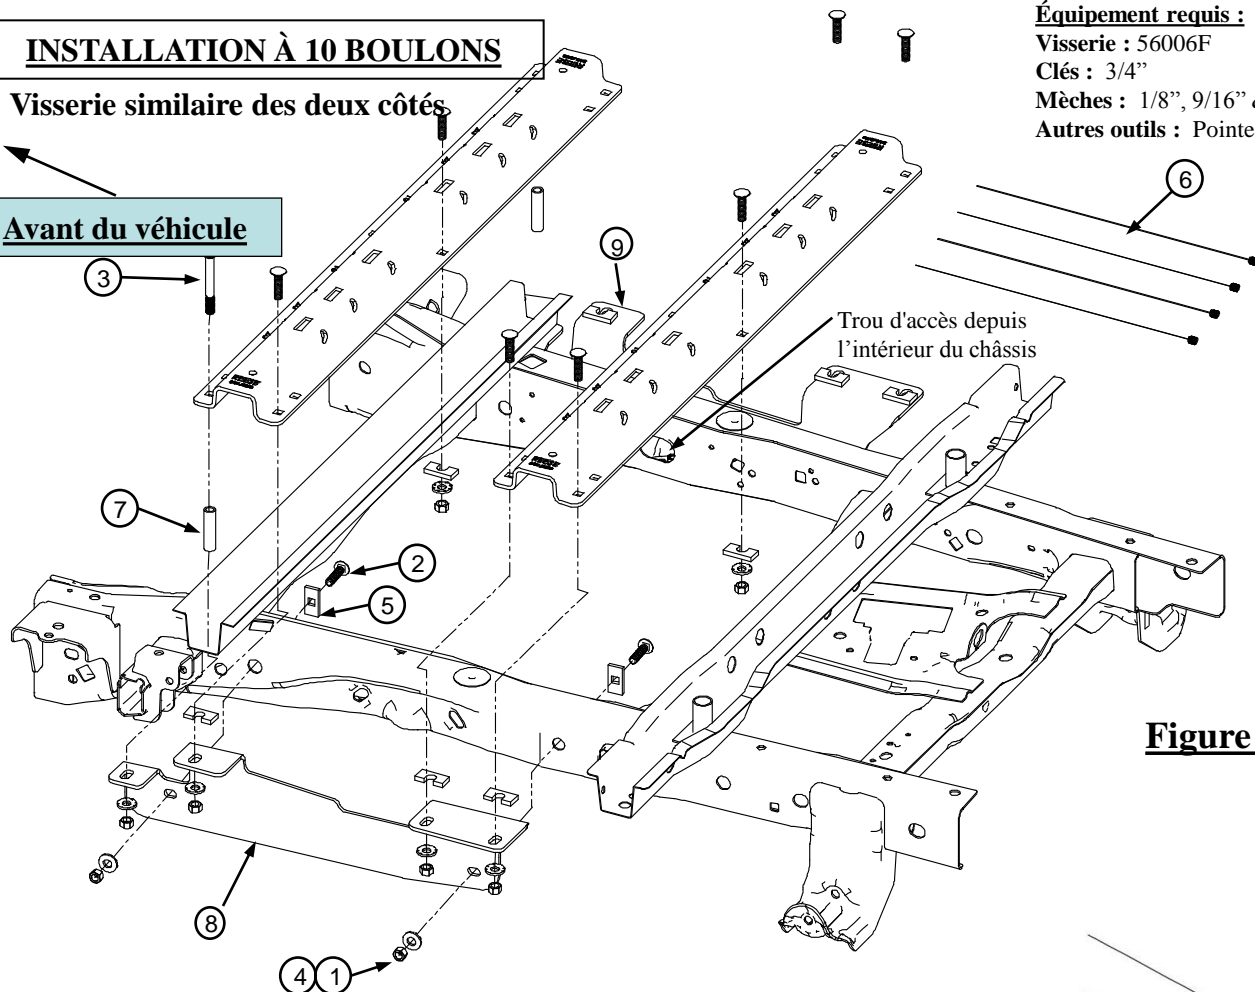
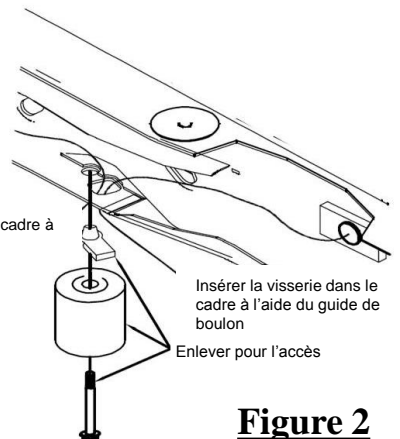
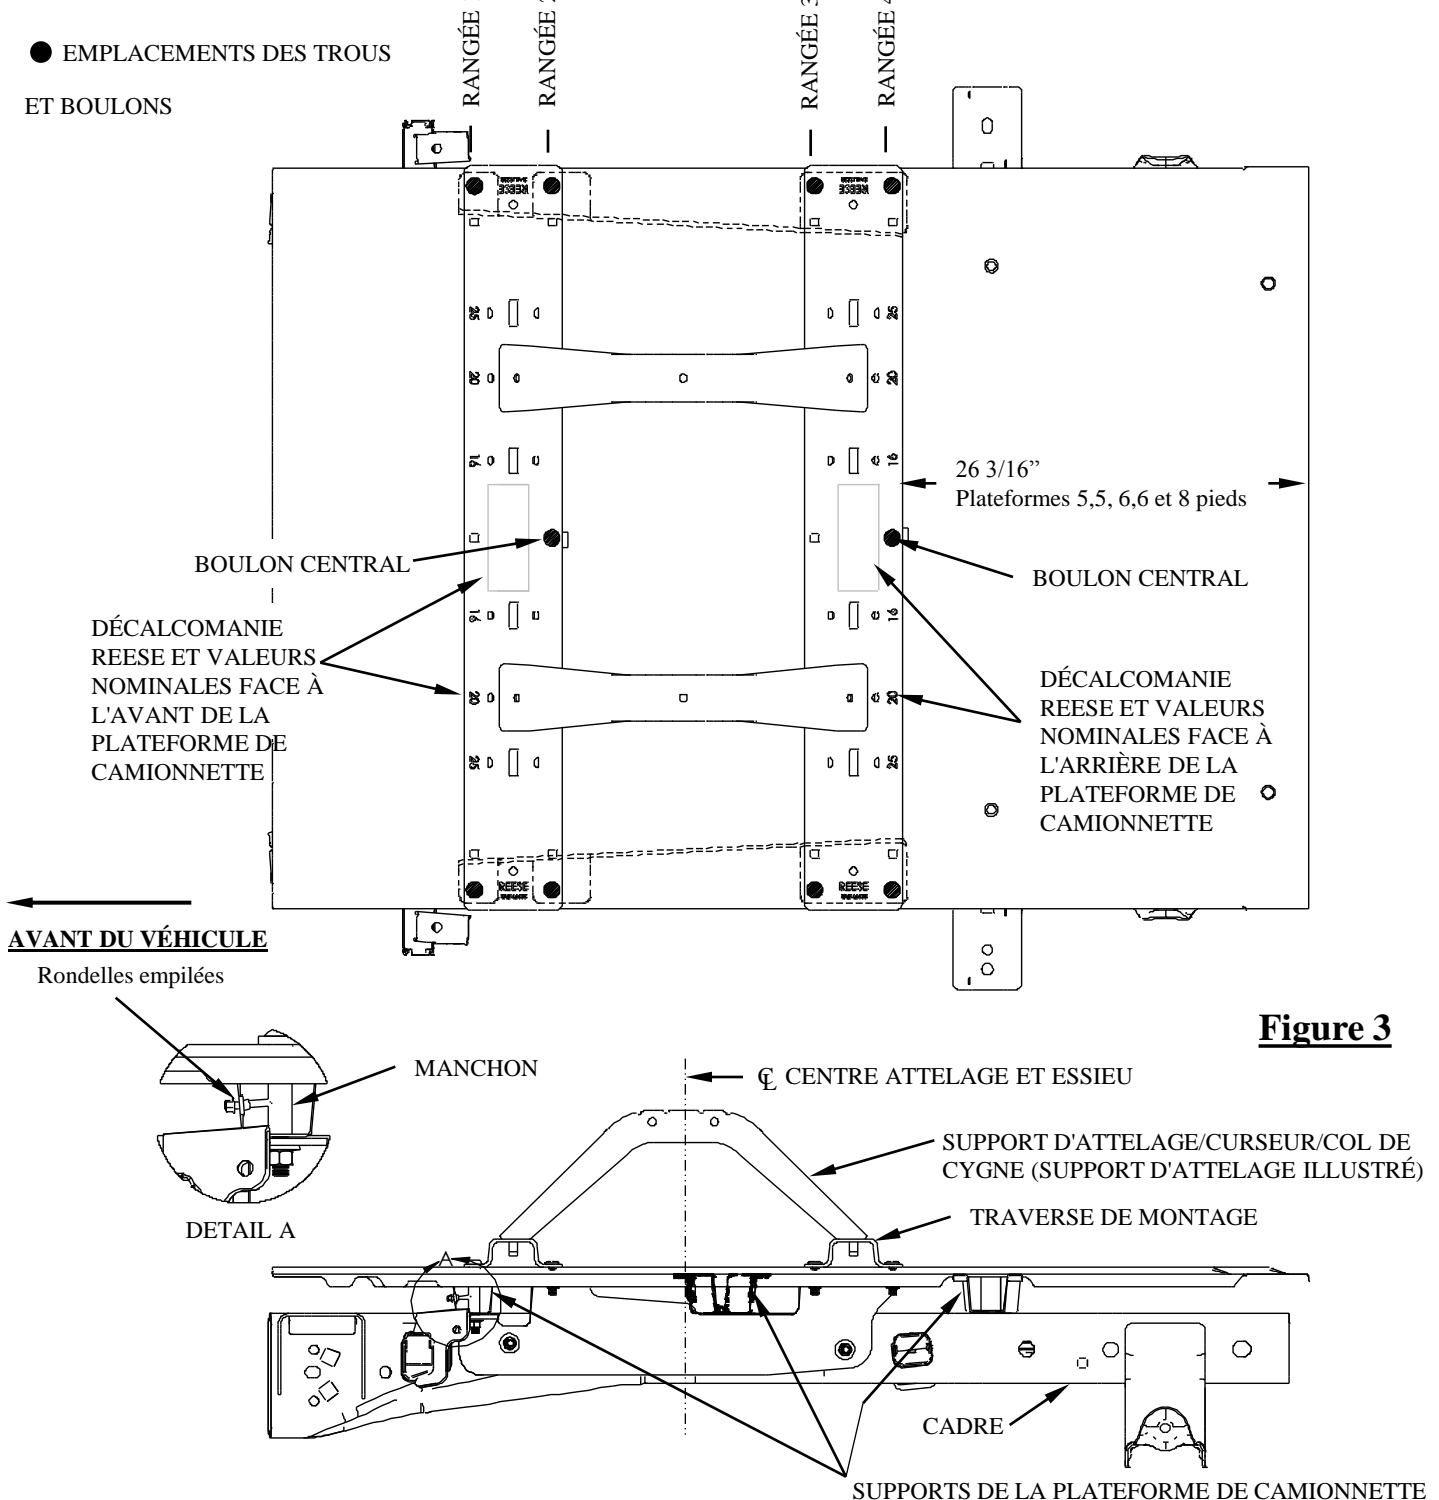

Figure 1
Figure 2
Figure 3
Pour une installation selon les Figures 1 et 3, durant le perçage, veiller à protéger le réservoir d'essence, les tubes de remplissage, les conduites de frein et le faisceau de fils en plaçant une pièce métallique entre le plancher de caisse et les composants à risque du côté conducteur. L'on prévient ainsi le perçage de ces composants sensibles.
2. S'il n'y a pas de trou d'accès sur l'intérieur du cadre, voir la Figure 1. Enlever le boulon du pare-chocs d'essieu, le pare-chocs d'essieu et le boulon en U à filetage multiple depuis la face inférieure du cadre des côtés conducteur et passager du véhicule et conserver les pare-chocs d'essieu et la quincaillerie, voir la Figure 2.
3. Placer la traverse de montage arrière dans la caisse de la camionnette et, à l'aide d'un ruban à mesurer, centrer la traverse entre les joints de soudure sur la longueur du plancher de caisse et mesurer la distance correcte à partir du bord arrière de caisse, voir la Figure 3.
5. Sans trop serrer, poser les supports de cadre (8) et (9) à l'aide de la visserie appropriée puis serrer à la main. (Voir Figure 1)
- En commençant par le trou de montage avant, insérer la tête du fil de tirage (6) à travers le trou de 1 pouce de diamètre sur le côté du cadre de la camionnette, puis le faire sortir par l'orifice carré de 1 pouce dans le bas du cadre ou le trou d'accès sur l'intérieur du cadre.
- Glisser le bloc (5) par-dessus la tête du guide de boulon et attacher le boulon 1/2 x 1-1/2 po (2).
- Avec l'autre extrémité du fil de tirage (6), acheminer la visserie à travers la face arrière du support de cadre (8) et (9), puis tirer délicatement sur l'extrémité du fil de tirage (6) de façon que la visserie se déplace dans le cadre jusqu'à sa position sur le support de cadre.
- Poser une rondelle conique 1/2 po (1) et un écrou 1/2 po (4). (Serrer à la main seulement)
6. Vérifier que les trous 1/8 po percés s'alignent sur les fentes de la plaque de cadre (8) et (9).
9. Poser les boulons de carrosserie 1/2 x 2 po en plaçant l'espaceur en forme de U dans la cannelure entre la caisse et la traverse de montage, ou entre la caisse et le support de cadre (8) et (9). Ceci permet le contact métal à métal et empêche l'écrasement des ondulations. Fixer à l'aide d'espaceurs, de rondelles et d'écrous hexagonaux selon les illustrations, puis serrer fermement pour empêcher la traverse de montage de bouger.
13. Lors de la pause des manchons (7) dans les supports de caisse, placer le manchon (7) sur une mèche 1/2 po et l'insérer dans le trou préperçé de 3/4 po. Percer un trou de 1/2 po dans le bas du support de caisse en se servant du manchon comme guide. Une fois terminé, retirer la perceuse et le manchon puis agrandir le trou 1/2 po à l'aide d'une mèche 9/16 po.
14. Enlever le boulon du support de plateforme et ajouter des rondelles (non fournies) entre la tête de boulon et le support de plateforme pour procurer un dégagement pour le manchon. Voir le Détail A de la Figure 3.
15. En posant les manchons (7), replacer la traverse de montage avant au-dessus des trous.
16. Dans la rangée #1, poser les boulons de carrosserie 1/2 x 4 1/2 po (2) dans le manchon (7), le support de caisse et le support de cadre (8) et (9). Fixer à l'aide de rondelles et d'écrous hexagonaux selon les illustrations, puis serrer fermement pour empêcher la traverse de montage de bouger.
17. Dans la rangée #2, poser les boulons de carrosserie 1/2 x 2 po en plaçant l'espaceur en forme de U dans la cannelure entre la caisse et la traverse de montage, ou entre la caisse et le support de cadre (8) et (9). Ceci permet le contact métal à métal et empêche l'écrasement des ondulations. Fixer à l'aide d'espacesurs, de rondelles et d'écrous hexagonaux selon les illustrations, puis serrer fermement pour empêcher la traverse de montage de bouger.
18. Une fois terminée la pose des plaques de fixation sur mesure, serrer les fixations selon la séquence suivante. **Nota : Serrer toute la quincaillerie 1/2 po au couple de 72 lb-pi, la quincaillerie 5/8 po au couple de 150 lb-pi. Serrer d'abord les traverses contre les plaques de cadre (8) et (9), puis les plaques (8) et (9) contre le cadre de la camionnette.**